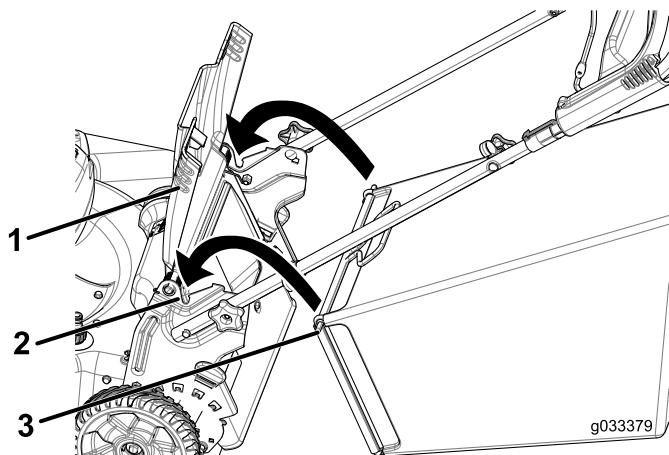

Рисунок 22
1. Поднимите и удерживайте задний отражатель (Рисунок 22).
- Установите мешок для сбора скошенной травы и убедитесь в том, что стержни мешка вошли в пазы на рукоятке (Рисунок 22).